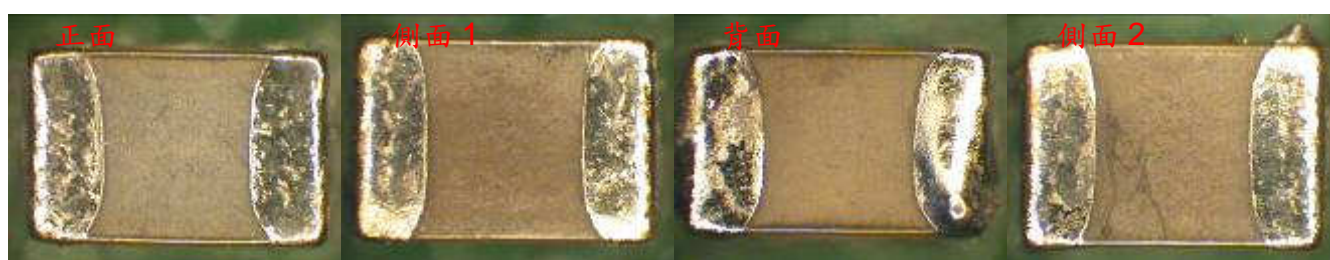
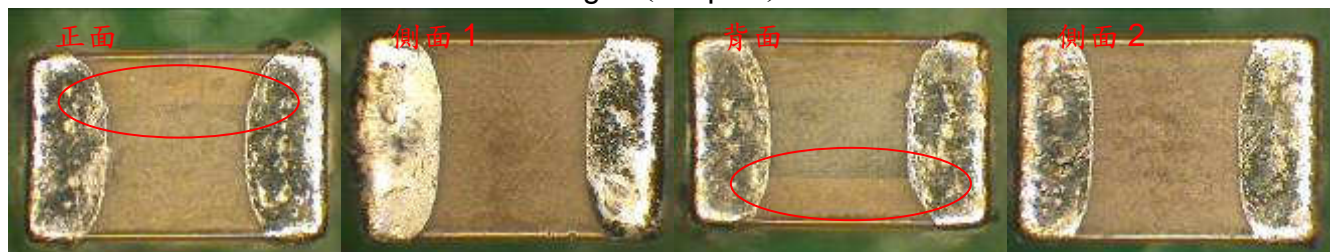

Fig 5 (Chip1#)
Fig 8 (Chip4#)
2. 外觀檢查（為避免傷害 Chip，用熱風槍將 Chip 取下），結果顯示 Chip1#、Chip2#外觀正常，Chip3#、Chip4#本體疑似有 Thermal Crack 現象，如 Fig 5~ Fig8 所示：